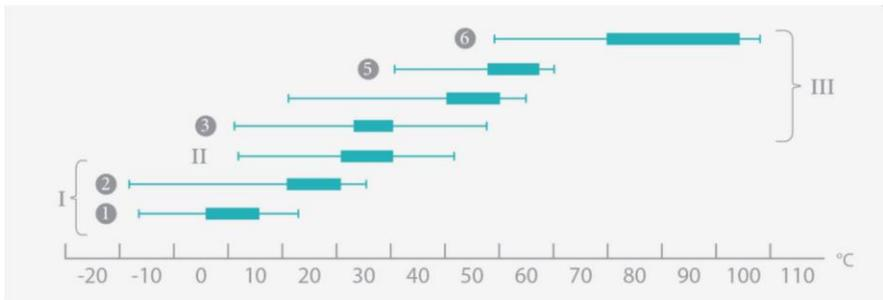

Fig. 3 Températures et zones de croissance optimales des procaryotes et leur classification.
- 7.1. Particularités de la répartition de la température (psychrophiles, mésophiles, thermophiles) les températures de croissance optimales pour les micro-organismes se divisent en trois principaux groupes (voir Fig. 3):